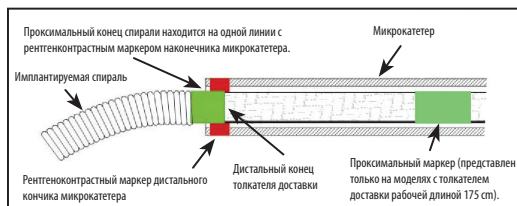

Рисунок 4. Положение полосок маркера для отсоединения
29. Продвигайте спираль в нужное место до тех пор, пока рентгеноконтрастный маркер на толкателе доставки не сравняется или не будет немного дистальнее рентгеноконтрастного маркера дистального кончика микрокатетера, чтобы зона отсоединения находилась непосредственно за кончиком микрокатетера. См. рисунок 4.